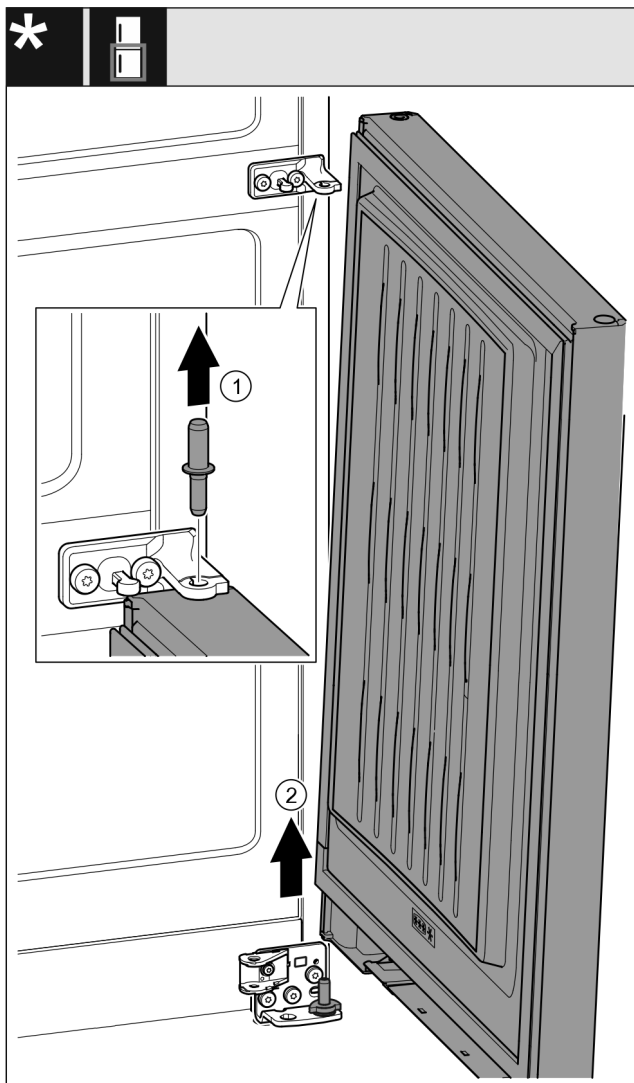

Fig. 23 \*
- ▶ Bolzen nach oben herausziehen. Fig. 23 (1)\*
- ▶ Tür herausschwenken, nach oben ziehen und beiseite stellen. Fig. 23 (2)\*